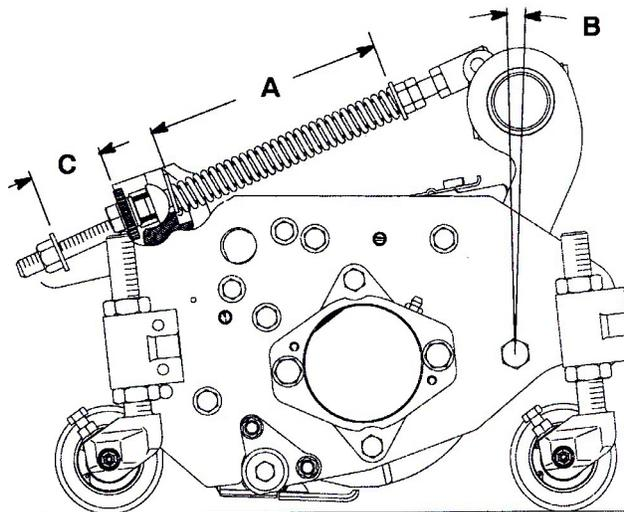

図11
ターフ補正スプリング(図11)は、キャリア・フレームとCuttingユニットをつないでおり、前後の揺れの大きさの調整と、移動走行中や旋回動作中の地上高の調整を行っています。
1. スプリングロッド後部のロックナットを締めて、すきま(C)を26 mmとする(図11)。
2. スプリングロッド前部の六角ナットを締めて、スプリング(圧縮状態)の長さ(A)が203 mmになるようにする(図11)。